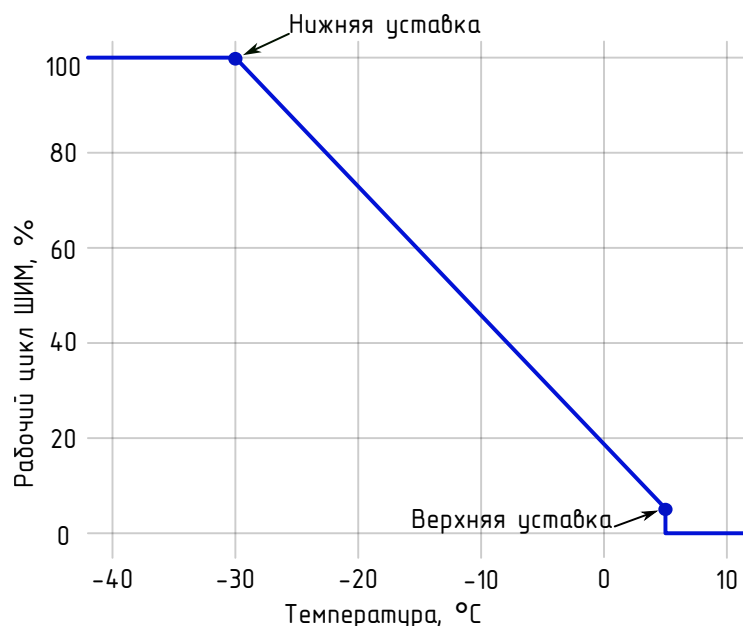

Рисунок 1.3 – Режим работы «Пропорциональный ШИМ»
- «Пропорциональный ШИМ» («**PWM Proportional**»). Длительность рабочего цикла ШИМ линейно интерполируется между верхней и нижней уставками в зависимости от показаний датчика(ов) температуры (см. рисунок 1.3). Для каждой уставки задаются температура и соответствующая длительность рабочего цикла;